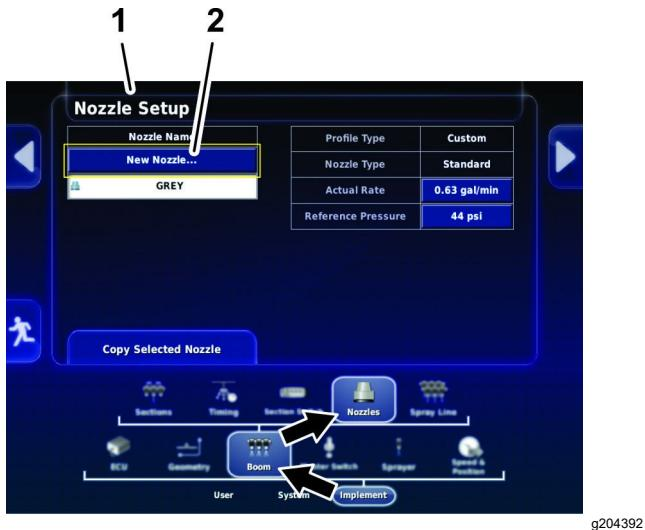

图 76
3. 按工作部件图标、喷洒臂图标和喷嘴图标 图 76。
4. 在喷嘴设置屏幕上按屏幕顶部的新喷嘴...图标 图 76。